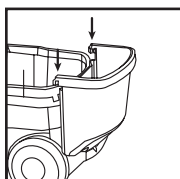

FIGURE 13
18. Introduire les pattes du panier porte-accessoires dans les fentes situées à l'arrière de la cuve. **FIGURE 13.**